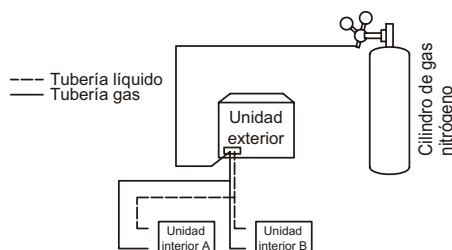

Fig.5.34
4. Utilice tapones ciegos para bloquear todas las aberturas laterales de líquido (gas), excepto la abertura de la unidad interior que está más alejada de las unidades exteriores ("Unidad interior A" en la Fig. 5.34).